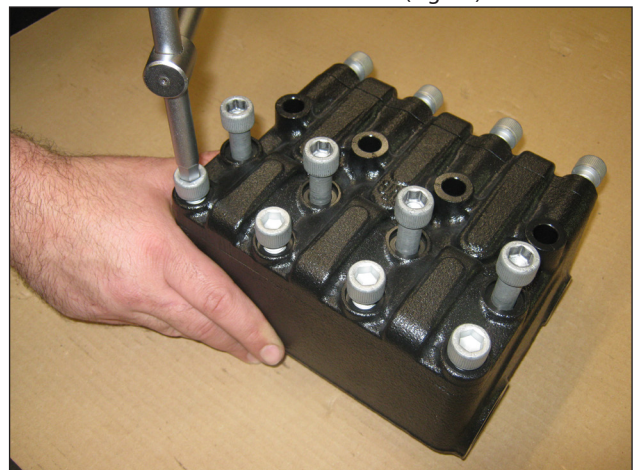
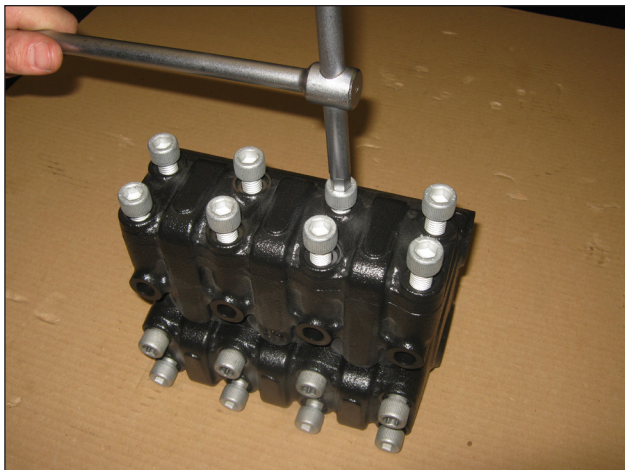

Fig. 16
Fig. 17
- Desaperte os 4 parafusos M12x130 (M12x190 na SW64) e 4 parafusos M12x45 de fixação da tampa das válvulas de aspiração e os 8 parafusos M12x35 de fixação da tampa da válvula de descarga (Fig. 16 e Fig. 17);